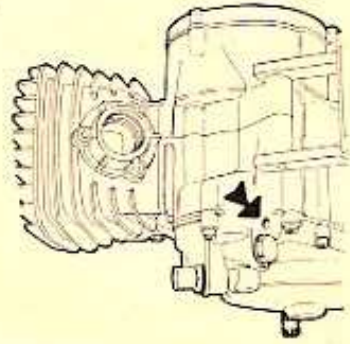

FIG. 3 Foro drenaggio liquido
- 3) Controllare periodicamente che il foro di drenaggio liquido sul coperchio destro (fig. 3) non sia otturato, nel qual caso liberarlo.